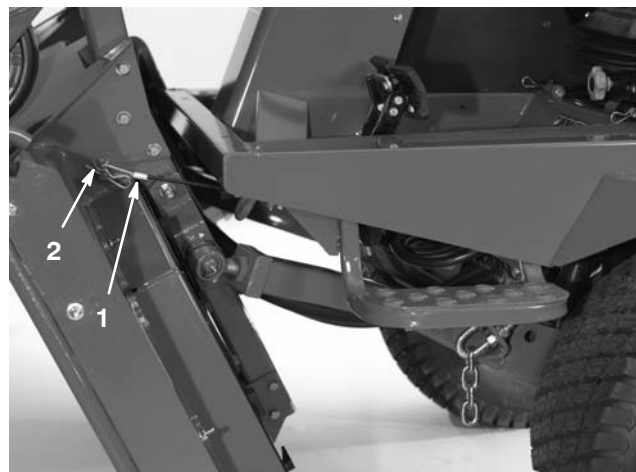

Figure 81
6. Tout en maintenant le plateau à la verticale, placez l'extrémité du câble sur l'axe du bras de relevage et fixez-le en position à l'aide de la goupille fendue (Fig. 81).